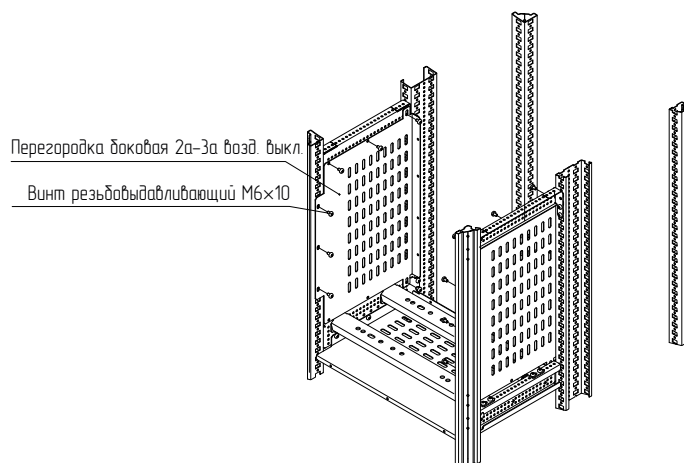

Рисунок 4
4.1.4 Приложить перегородку боковую 2а – 3а выкатную воздушного выключателя (далее – перегородку боковую) к перегородке горизонтальной и к элементу секционирования, закрепить винтами M6×10 (рисунок 4). Момент затяжки – 7 Н·м.